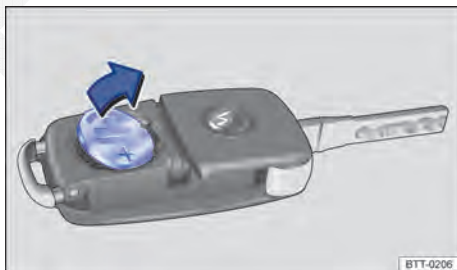

Fig. 25 Chave do veículo: remover a bateria.
- Remover a bateria do alojamento da bateria com uma ferramenta adequada ⇒ Fig. 25.
- Posicionar a nova bateria conforme indicado ⇒ Fig. 25 e pressionar no sentido contrário ao da seta para dentro de alojamento da bateria ⇒ .